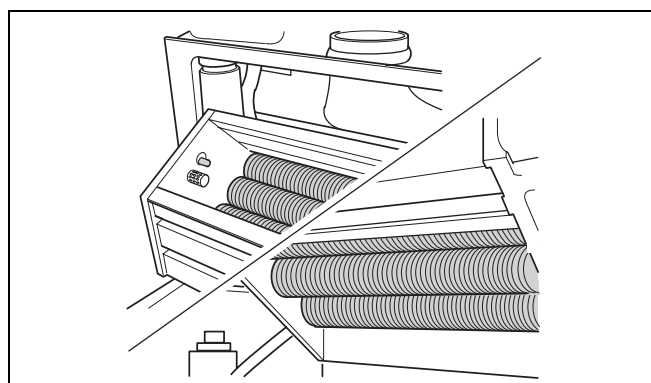

Fig. 34 Pulizia dello scambiatore di calore
- Spruzzare del detergente TAB2 sullo scambiatore di calore (fig. 34).